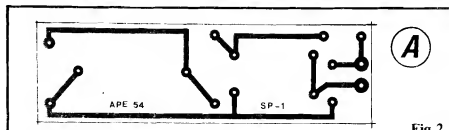

Fig. 2
- FIG. 2 - LAY OUT DO CIRCUITO IMPRESSO ESPECÍFICO - O simples arranjo de ilhas e pistas cobreadas (visto em tamanho natural, escala 1:1...) para ambas as versões do SP (SP-1 para 110V e SP-2 para 220V...), é visto na figura, podendo ser reproduzido com grande facilidade, devido à evidente "descomplicação" do padrão... As dimensões gerais, em ambos os casos, foram parametrizadas para facilmente "enfiar" o circuito, depois de montado, dentro do "corpo" da lanterna de pilhas (ver item OPCIONAIS/DIVERSOS da LISTA DE PEÇAS...). Embora muito simples os desenhos, como Tensões elevadas estão envolvidas, é bom tomar cuidados extras com os isolamentos, pesquisando bem as placas, após a confecção, na busca de eventuais "curtos" ou ligações indevidas, que devem ser corrigidas antes de se iniciar a inserção e soldagem dos componentes... Os conselhos das INSTRUÇÕES GERAIS PARA AS MONTAGENS (lá no começo da Revista, sempre...) valem aqui de maneira ainda mais enfática...